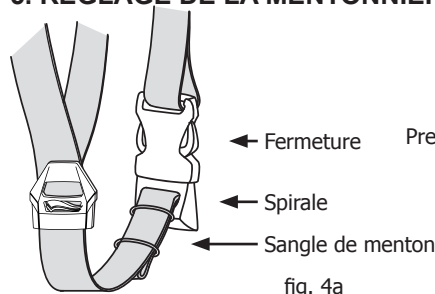

fig. 4a
- Si la mentonnière est trop courte, elle doit également être desserrée à l'aide de la spire de la boucle. (fig. 4a)